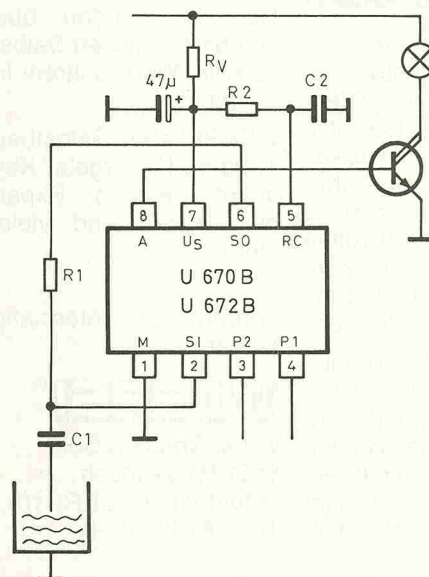
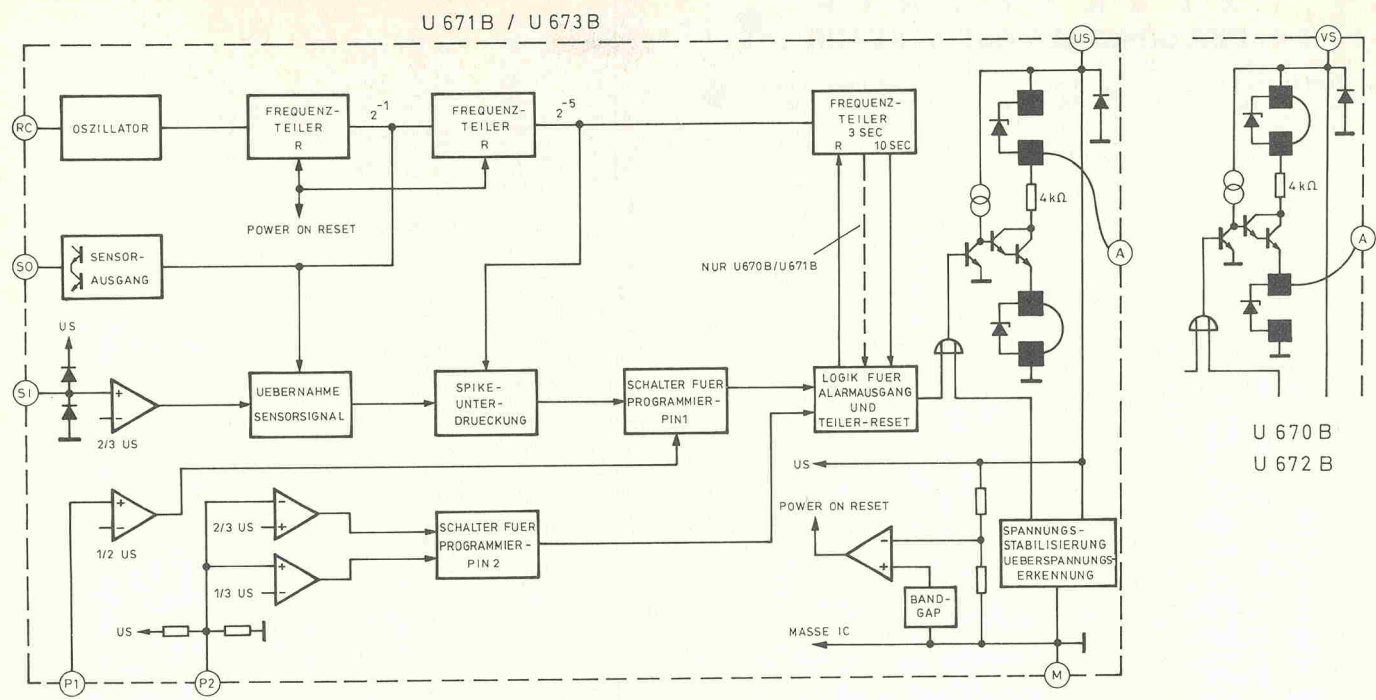

Bild 1. Mit spärlicher Außenbeschaltung läßt sich eine wirksame Füllstandsüberwachung aufbauen.
Bild 2. Ob die Schaltung zum Ansteuern von NPN- oder PNP-Darlingtonen dient, wird bei der Herstellung lediglich durch unterschiedliches Bonden festgelegt.
Die ICs U 670... enthalten folglich einen Oszillator, der für die geeignete Sensoransteuerung sorgt. Bild 1 zeigt die komplette Außenbeschaltung, Bild 2 das Innenleben des ICs. An Pin 5 (RC) liegt das frequenzbestimmende RC-Glied des Oszillators, das aus R2 und C2 gebildet wird.